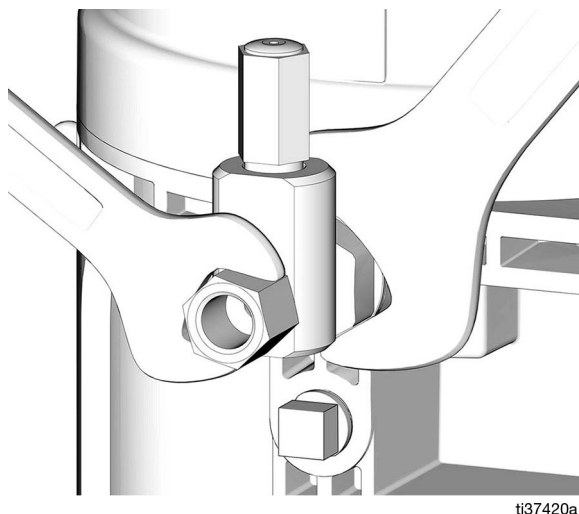

図 25
3. 反対方向に働く二本のレンチでポンプ・エレメントの取り付け金具を締めて下さい (図 25)。